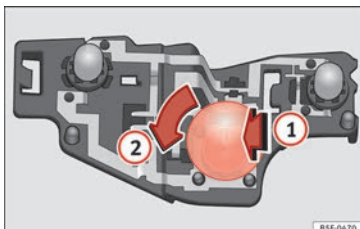

Fig. 115 Ubicación de las lámparas de incandescencia en el portalámparas.
- Presione la lámpara defectuosa ligeramente hacia el portalámparas **1**, gírela a continuación hacia la izquierda **2** y extráigala » **fig. 115**.